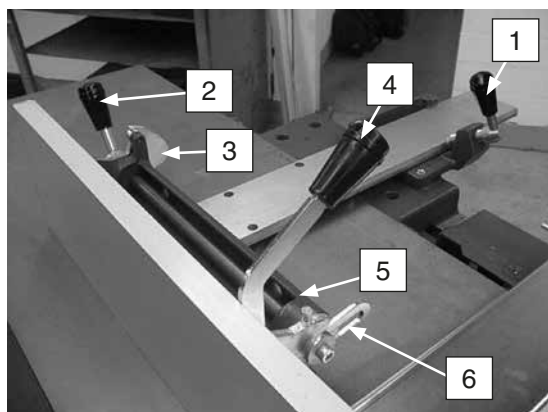

Fig.6
1. Le guide de dégauchissage est réglable en largeur après avoir desserré les manettes (fig. 6)
2. Après avoir desserré la manette (2), il est possible de positionner le guide selon un angle quelconque en utilisant le levier (4) compris entre 90° et 45°. La lecture se fait à l'échelle graduée (3).
3. Après avoir réglé l'angle, bien serrer la manette (4).
4. La vis-butée correspondant à la position 45° (5) se trouve au-dessus, la vis-butée à la position 90° (6) se trouve en dessous de la charnière comme l'indique la fig.